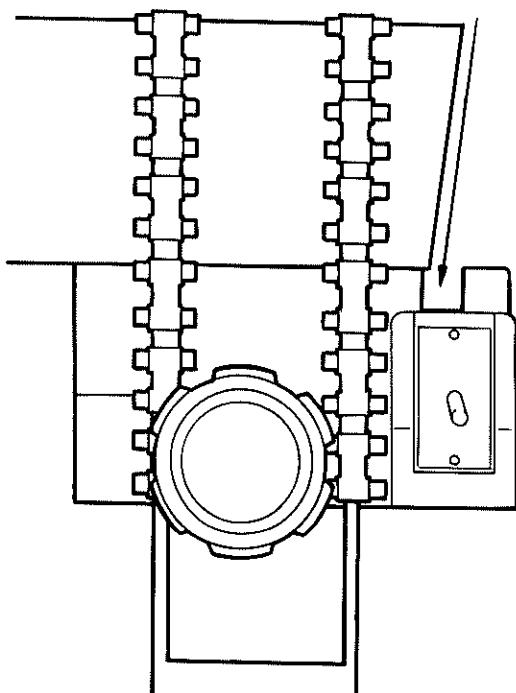

図12
④その切れ端の上下左右の厚みを定規又はノギス等で測定します。この厚みの差が斜断です。斜断量は、この差の半分です。
※例えば図12のように切断された場合、上記①～④の項目での切断で、パイプの切端は下が厚くなります。